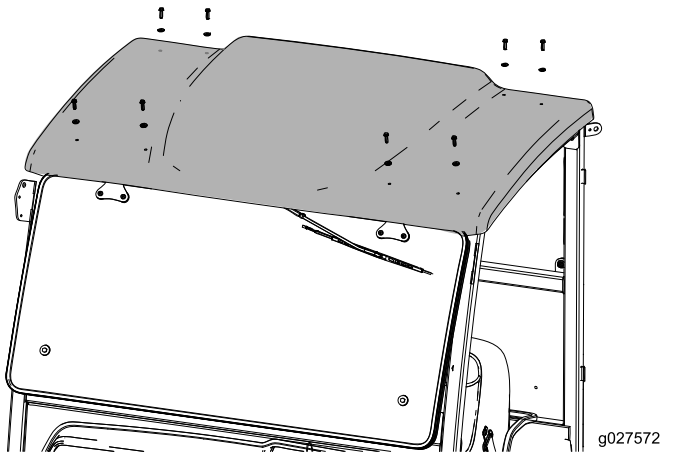

Figura 1
5. Retire los pernos que sujetan el techo de la cabina (Figura 1) y retire con cuidado el techo de la cabina.
**Nota:** La cabina puede no ser idéntica a la que aparece en la figura. Puede ser necesario retirar más pernos de los indicados en la Figura 1.